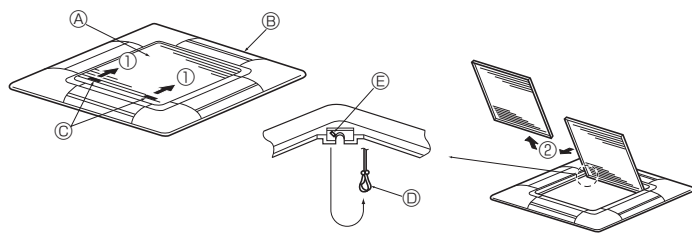
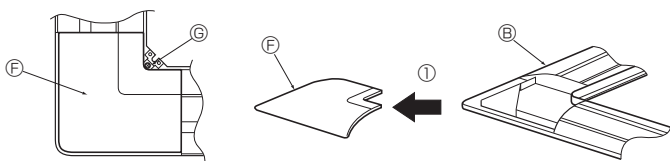

Fig. 8-3
Fig. 8-4
8.2.1. Das Ansauggitter abnehmen (Fig. 8-3)
- Zum Öffnen des Ansauggitters die Hebel in die Richtung, die durch Pfeil ① gekennzeichnet ist, schieben.
- Das Schamier des Ansauggitters bei geöffnetem Ansauggitter (Position "open") vom Gitter wie durch Pfeil ② gekennzeichnet, abnehmen.
8.2.2. Die Eckplatte abnehmen (Fig. 8-4)
- Die Schraube von der Ecke der Eckplatte abnehmen. Die Eckplatte wie durch Pfeil ① gekennzeichnet schieben, um so die Eckplatte abzunehmen.